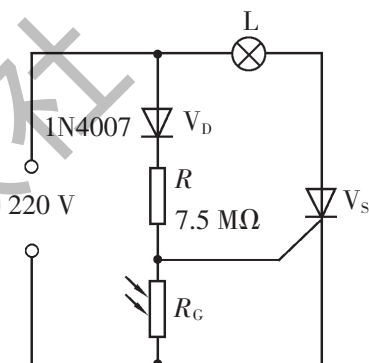

图 3-4-1
由晶闸管  $V_S$  与电灯  $L$  构成主回路，控制回路由  $R$  与  $R_G$  组成的分压器及二极管  $V_D$  构成，如图 3-4-1 所示。
2. 根据图 3-4-1 进行布线、焊接，并检查焊接是否正确。